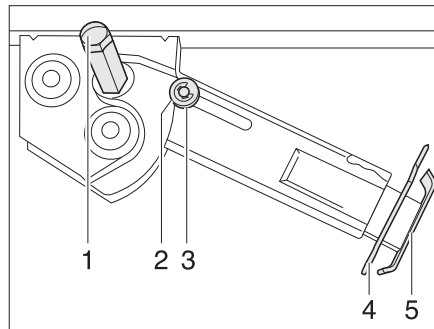

Bild 34 Stödben
- Placera hylsnyckeln på sexkanten (Bild 34,1) och vrid runt den tills stödbenet står rakt neråt.
- Drag ut sprinten (Bild 34,4) ur stödbensförlängningen (Bild 34,5).
- Placera hylsnyckeln på sexkanten (Bild 34,1) och vrid runt den tills stödbenet inte längre sitter mot marken.
- Skjut in stödbensförlängningen (Bild 34,5) helt och sätt in sprinten (Bild 34,4) i borrhålet på stödbensförlängningen.
- Vrid på sexkanten (Bild 34,1) med hylsnyckeln tills stödbenet har svängts upp och styrbrickan (Bild 34,3) befinner sig längst upp i skåran (Bild 34,2).